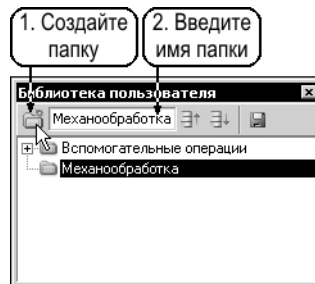

Рис. 9.40. Создание папки
2. В окне **Текущая папка** введите имя новой папки (например, на рис. 9.40 введено имя «Механообработка») и нажмите клавишу <Enter>.
- пункт **Добавить подчиненным** — если перемещаемые элементы должны подчиняться элементу, указанному в библиотеке пользователя (например, на рис. 9.40 перемещаемые операции требуется скопировать в папку «Токарные»);